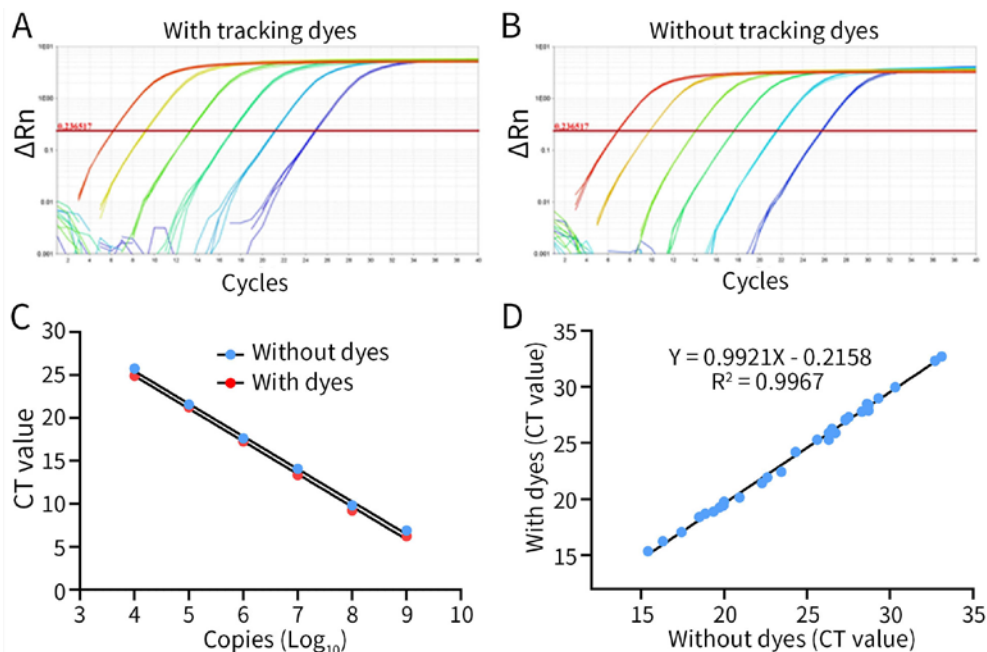

图1. 碧云天BeyoFast™ SYBR Green qPCR Mix (含示踪染料)系列产品与BeyoFast™ SYBR Green qPCR Mix (2X)系列产品的
- 本产品中的BeyoFast™ SYBR Green qPCR Mix (2X, UDG, Blue)使用SYBR Green I作为荧光染料, 经反复验证, 添加的蓝色和黄色两种惰性示踪染料的光谱与SYBR Green I不重叠, 不会影响荧光定量检测, 也不影响扩增体系的酶活性(图1)。SYBR Green I是一种结合于双链DNA (Double-strand DNA, dsDNA)双螺旋小沟区域的绿色荧光染料。SYBR Green I在游离状态下的荧光比较微弱, 一旦与双链DNA结合后, 其荧光会大大增强。通过检测荧光强弱就可以定量检测PCR扩增产生的双链DNA的数量。